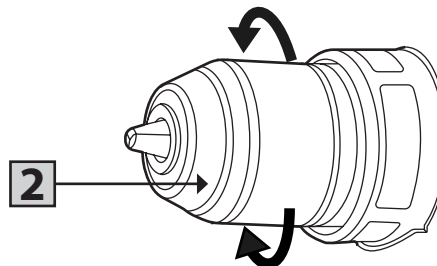

Рисунок 2.2.3. Установка оснастки
① Поверните втулку патрона «2» (рисунок 2.2.3) против часовой стрелки для открытия зажимных кулачков настолько, чтобы можно было вставить оснастку. Вставьте оснастку в патрон как можно глубже. Поверните втулку патрона «2» (рисунок 2.2.3) по часовой стрелке для затяжки патрона.
② Для снятия биты, поверните втулку «2» (рисунок 2.2.3) против часовой стрелки. При использовании бит-насадок всегда применяйте универсальный держатель. Используйте только бит-насадки, подходящие к головке винта.